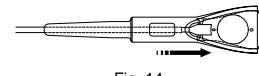

Fig. 14
- Åpne kjevene på tangenten og grip fotplaten til ICL-en eller TICL-en, slik at ICL-ens eller TICL-ens posisjoneringsmerke er innrettet med kjevene. (Fig. 14)